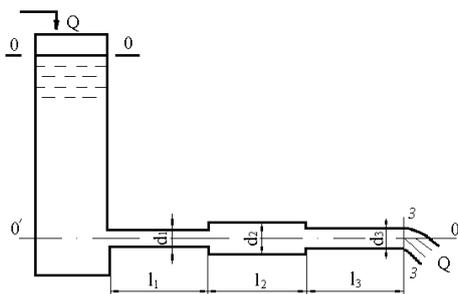

Рис. 1
2. Из открытого резервуара, в котором поддерживается постоянный уровень, по стальному трубопроводу (эквивалентная шероховатость  $\Delta = 0,1$  мм), состоящая из труб разного диаметра  $d$  и различной длины  $l$  ( $d_1 = 50$  мм,  $l_1 = 5$  м,  $d_2 = 100$  мм,  $l_2 = 2,5$  м,  $d_3 = 75$  мм,  $l_3 = 3$  м) вытекает в атмосферу вода, расход которой  $Q = 10$  л/с, температура  $t = 60^\circ\text{C}$  (рис. 1).